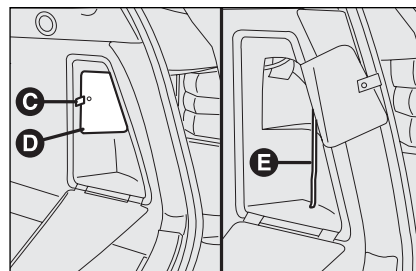

fig. 131
- ☐ saisir la languette **C-fig. 131** de manière à ouvrir le deuxième volet **D**;